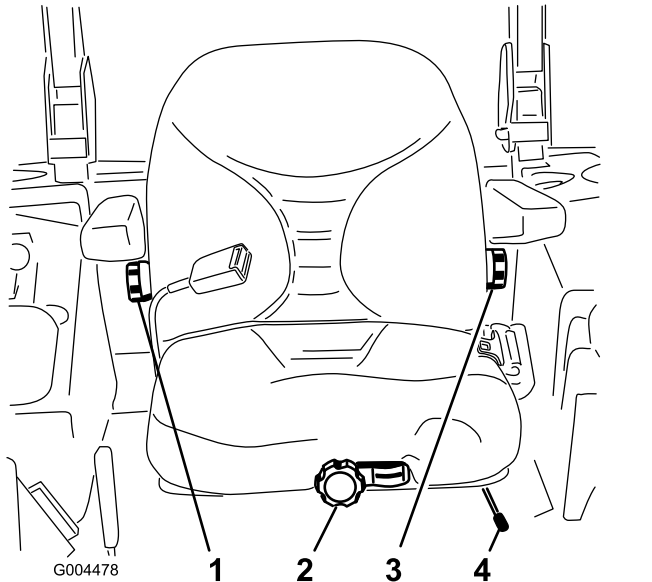

Figure 13
1. Poussez le levier de réglage sur le côté pour débloquer le siège (Figure 13).
Pour ce faire, tournez le bouton situé sous l'accoudoir droit dans un sens ou dans l'autre pour obtenir la position la plus confortable (Figure 13).
Pour ce faire, tournez le bouton situé sous l'accoudoir gauche dans un sens ou dans l'autre pour obtenir la position la plus confortable (Figure 13).